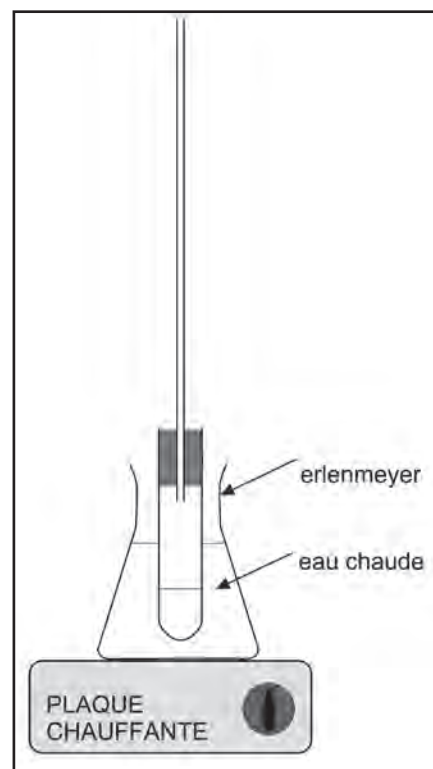

Fig. f72.2
- 3- Pour chauffer le tube à essai, utiliser la technique du **bain-marie**, c'est-à-dire placer le tube à essai dans un récipient rempli d'eau chaude, lui-même posé sur une plaque chauffante électrique (figure f72.2).